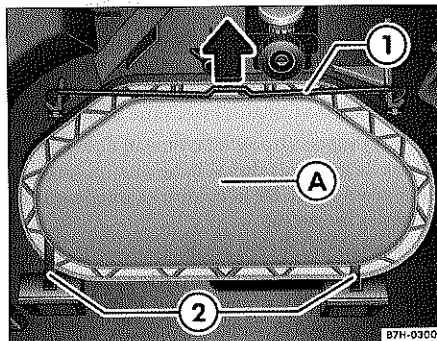

Fig. 29 Faro izquierdo, visto desde el vano motor: desmontaje de la cubierta de las luces de cruce y de carretera
- Tire del gancho ⇒ fig. 29 ① de la cubierta A hacia arriba y retire la cubierta hacia atrás.